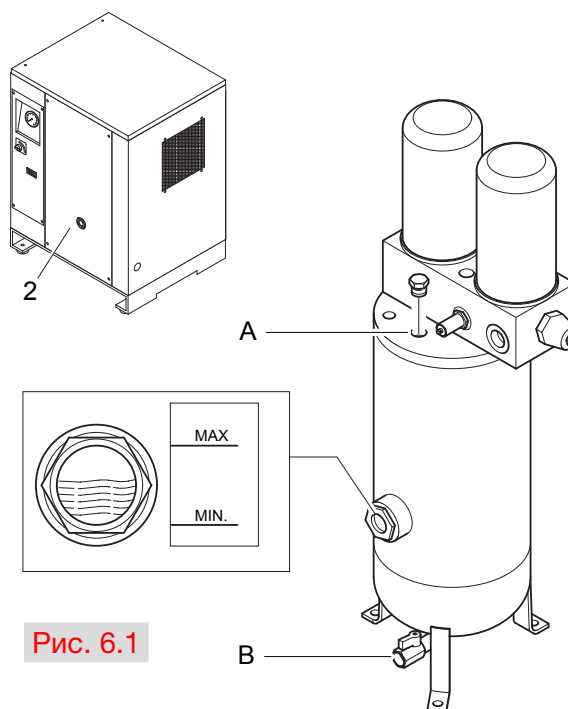

Рис. 6.1
- Убедиться в отсутствии сжатого воздуха внутри масловоздушного ресивера: отвинтить кран **A** (см. рис.6.1) и полностью спустить воздух.
(см. рис. 6.1)
Контроль масла и доливка при необходимости (см. рис. 6.1)
(см. рис. 6.1)**